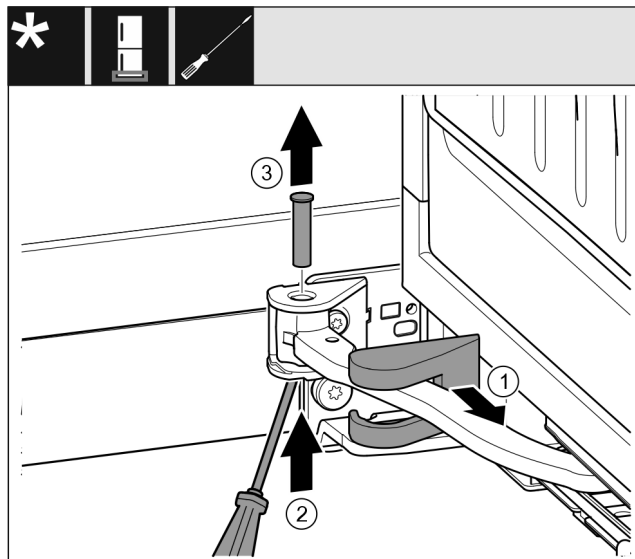

Fig. 17
- Снимите крышку опорного кронштейна Fig. 17 (1) и переместите вдоль шарнира.
- Отверткой приподнимите палец Fig. 17 (2) снизу.
- Извлеките палец Fig. 17 (3) сверху.